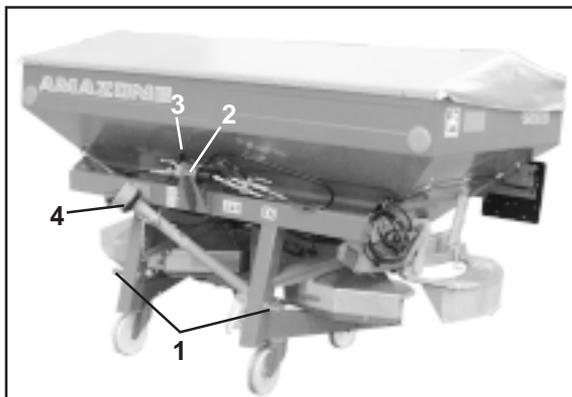

Рис. 5.1
Рис. 5.1 а
- Нижние тяги трактора закрепите пальцами нижних тяг (категории II) (Рис. 5.1/1 и 5.2/1) и зафиксируйте фиксирующим пальцем с пружинной защелкой. На ZA-M maxiS крепежный палец установите в верхнее отверстие кронштейна нижней тяги. Этот кронштейн серийно оснащен второй точкой соединения и позволяет агрегатирование с трактором на 120 мм выше (например, для поздней подкормки растений).
- Верхняя тяга крепится при помощи пальца (кат. II) (Рис. 5.1/2 и 5.2/2). **Блокировочный рычаг (Рис. 5.1/3, 5.2/3 и Рис. 5.1a/1) должен находиться при этом в зафиксированном положении.**
После установки распределителя на хранение, карданный вал установите в захватные крюки (Рис. 5.1/4 и 5.2/4).